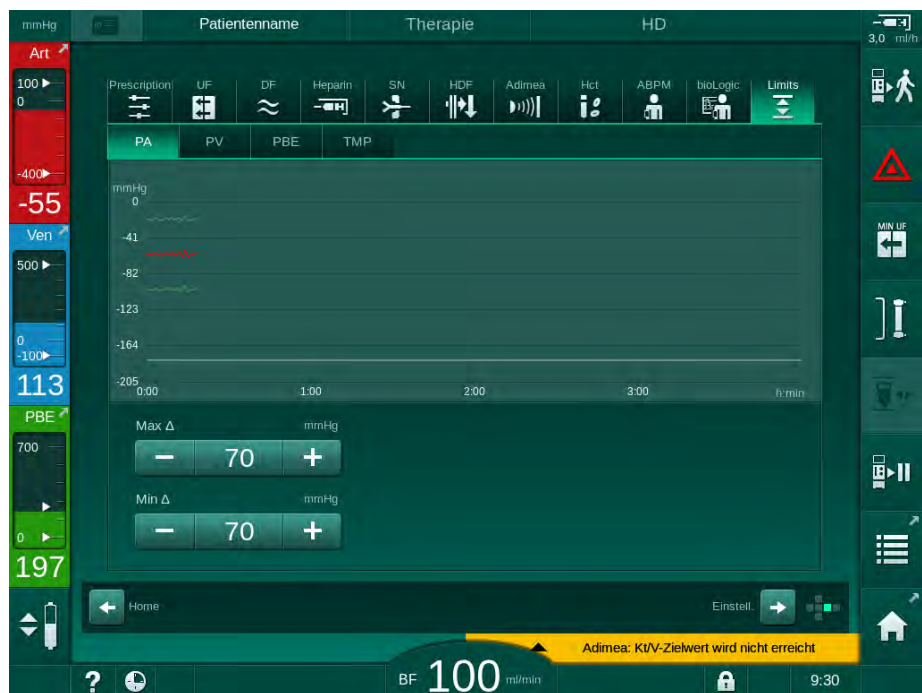
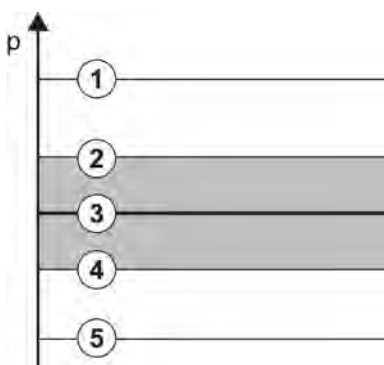

Abb. 5-20 Beispiel für Druckgrenzwerte auf dem *Eingabe*-Bildschirm
Abb. 5-21 Druckgrenzwerte
Die Drücke werden mit Grenzwertfenstern (grauer Bereich in Abb. 5-21) überwacht, die durch den entsprechenden Abstand zwischen dem tatsächlichen Wert ③ und den unteren ④ und oberen ② Grenzwerten (Min./Max.-delta-Werte) definiert werden. Die Summe dieser beiden Abstände ergibt die Breite des Grenzwertfensters, d.h. im Beispiel in Abb. 5-20: 70 + 70 = 140 (mmHg).